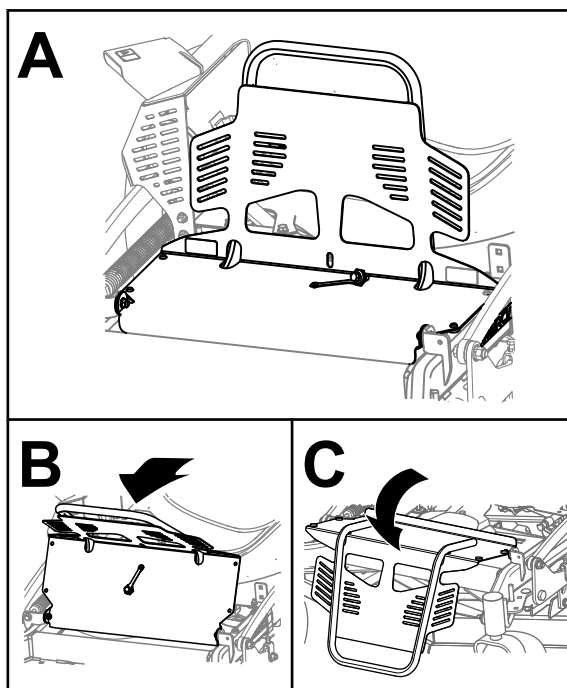

Figura 2
2. Ruotate in avanti la protezione del motore, come illustrato nella Figura 2.